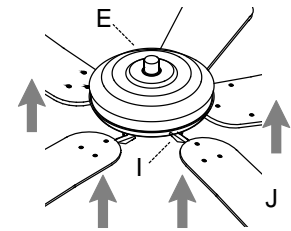

Fig. 4
4. Coloque las arandelas de seguridad (N) e introduzca los tornillos para el motor (K) restantes. Repita con los demás brazos para las paletas (I). Apriete bien todos los tornillos del motor (K). [Fig. 4]